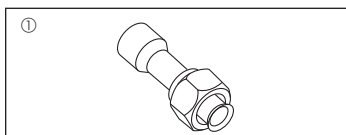

Fig. 1-1
1.6. Εξαρτήματα εξωτερικής μονάδας (Fig. 1-1) (RP200/250)